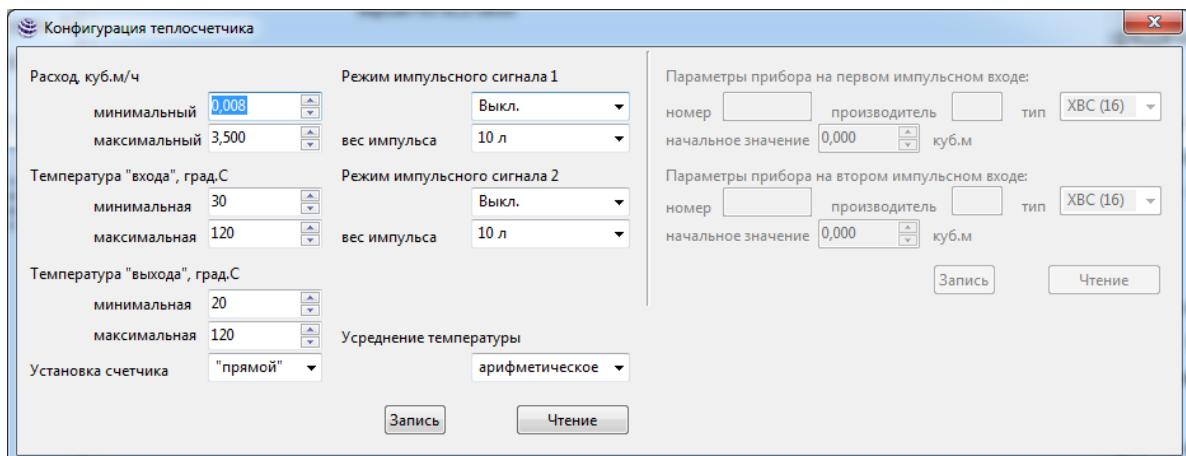

Рисунок 10. Окно «Конфигурация теплосчетчика»
6.3.2. Прочитать и изменить основные параметры работы счетчика и его импульсных входов / выходов можно в окне «Конфигурация теплосчетчика» (рисунок 10), пункт меню «Теплосчетчик | Конфигурация теплосчетчика».